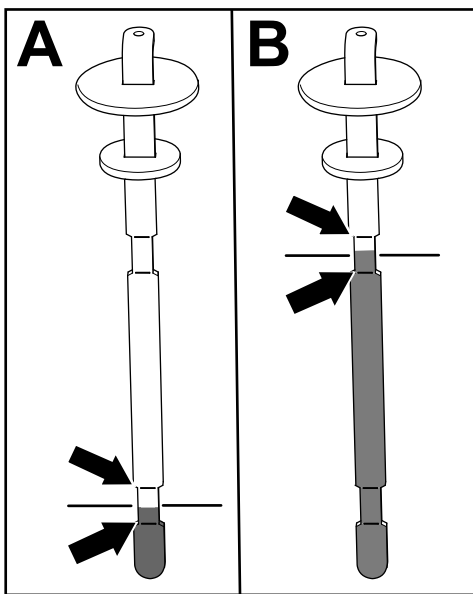

Figura 79
5. Rimuovete l'asta di livello e verificate il livello del fluido (Figura 79).
- **Se montate un apparato di taglio:** il livello del fluido idraulico è corretto quando il fluido è compreso tra le 2 tacche di livello inferiori dell'asta (A nella Figura 79). Il livello del fluido è accettabile anche quando è più alto delle tacche inferiori.
- **Se montate il kit flessibile dell'attrezzo ad azionamento idraulico:** il livello del fluido idraulico è corretto quando il fluido è compreso tra le 2 tacche di livello superiori dell'asta (B in Figura 79).